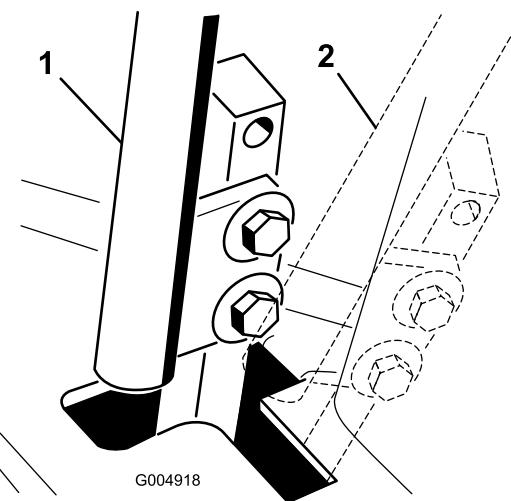

Figura 57
4. Desloque a alavanca de controlo para a posição neutra, mas **não bloqueada** (Figura 57).
6. Verifique onde é que a alavanca de controlo está relativamente ao entalhe na consola (Figura 57).